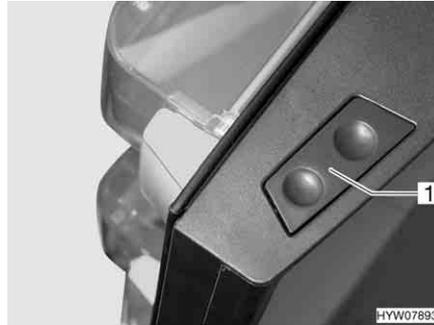

Bild 197 Entriegelungstaste der Kühlschranktür (Dometic 8er-Reihe)
- Die Entriegelungstaste (Bild 197,1) drücken und die Kühlschranktür öffnen.